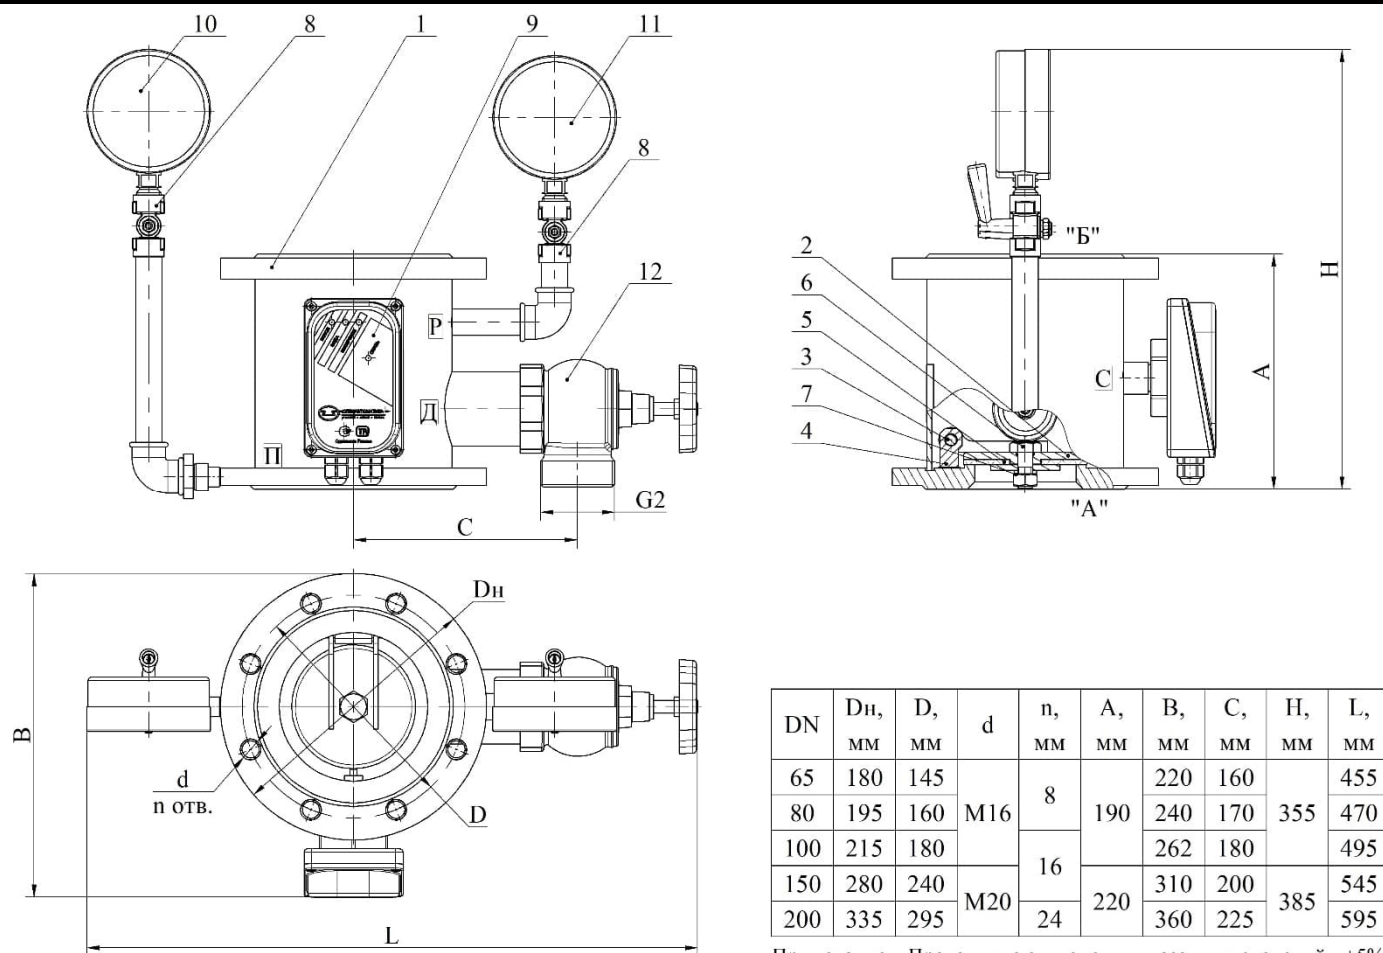

Рисунок 1 – Узел управления спринклерный водозаполненный «Шалтан»
5.1.1 УУ (рисунок 1) состоит из корпуса 1 с входным «А» и выходным «Б» отверстиями, затвора 2, установленного шарнирно на оси 3, зафиксированной от смещения за счет корпуса 1 и опоры 4, которая прижимается к седлу. Необходимое уплотнение обеспечивается резиновой пластиной 5, закрепленной на затворе при помощи болта 6 с гайкой 7. В корпусе для установки сигнализатора потока жидкости «Стрим» служит сигнальное отверстие «С», для контроля состояния служат рабочее «Р» и побудительное «П» отверстия. Дренажное отверстие «Д» предназначено для быстрого слива жидкости при техническом обслуживании.